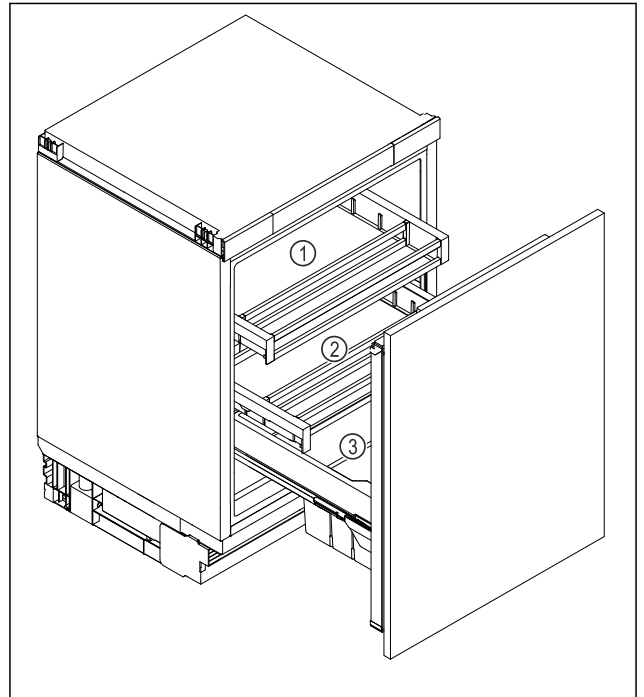

Fig. 6
- ▶ Górna szuflada Fig. 6 (1): Masło, ser, konserwy oraz tubki.
- ▶ Dolna szuflada Fig. 6 (2): Przechowywać bardzo łatwo psujące się produkty spożywcze, takie jak dania gotowe, ryby, mięso i wyroby wędliniarskie.
- ▶ Pojemnik na owoce i warzywa Fig. 6 (3): Przechowywać zapakowane owoce i warzywa.
- ▶ Półka na napoje Fig. 6 (3): Umieścić pojedyncze butelki.